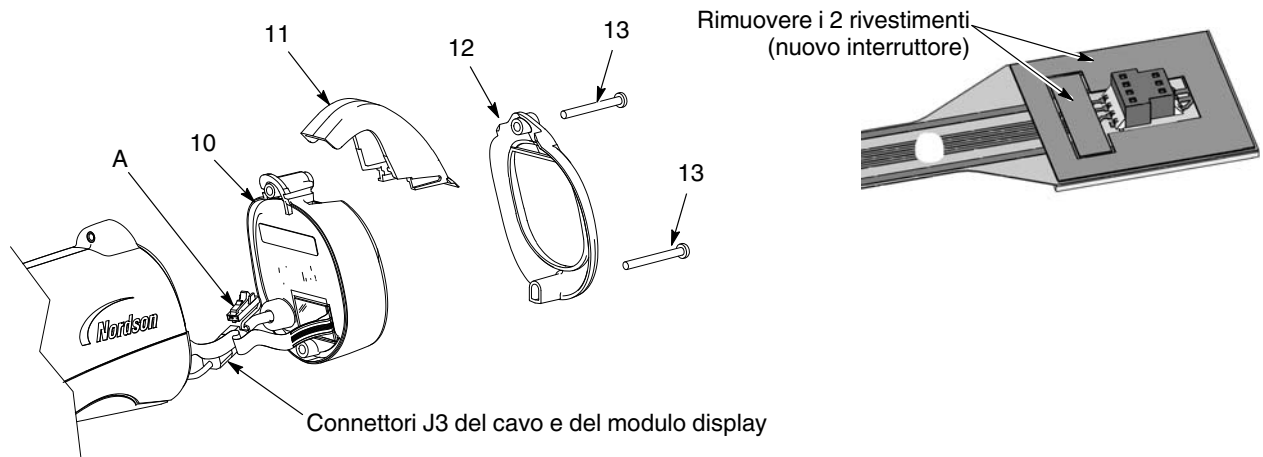

Figura 6-2 Sostituzione del modulo display
1. Sul modulo display (10) pulire accuratamente con alcol isopropilico la superficie di montaggio della testata dell'interruttore del grilletto e l'area circostante. Far asciugare completamente la superficie prima di procedere.
2. Se si sta installando un nuovo interruttore del grilletto, rimuovere i due rivestimenti dal lato del connettore sulla testata dell'interruttore del grilletto, come illustrato nella figura 6-2.
5. Collegare tra loro i connettori J3 del cavo e del modulo display. Il connettore del filo di terra (A) non viene usato per questa versione della pistola.
7. Inserire il gancio (11) sul modulo display, poi installare la cornice (12).
8. Inserire e stringere le viti (13).
4. Vedi figura 6-2. Montare il modulo display come descritto in *Installazione del modulo display* a pagina 6-2.
5. Installare il gruppo elettrodo (3) nell'estremità del tubo di uscita sul davanti del corpo pistola. Assicurarsi che l'elettrodo del filo non sia piegato o rotto.
6. Montare l'ugello (2) sul gruppo elettrodo, assicurandosi che le chiavi del gruppo elettrodo si infilino nelle scanalature dell'ugello.
7. Montare il dado dell'ugello (1) sull'ugello e girarlo in senso orario per fissarlo.